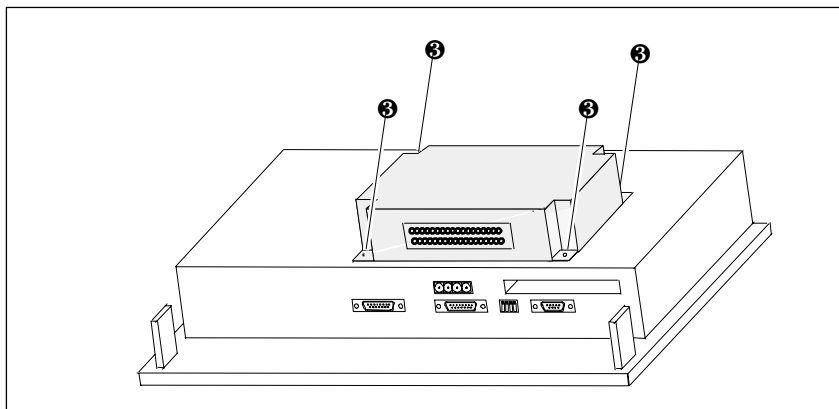

Рис. 18-16. Закрепление интерфейса панели управления на ОР (пример ОР27)
4. Закрепите интерфейс панели управления на **ОР** четырьмя прилагаемыми винтами **⊗** (см. рис. 18-16 или 18-17).